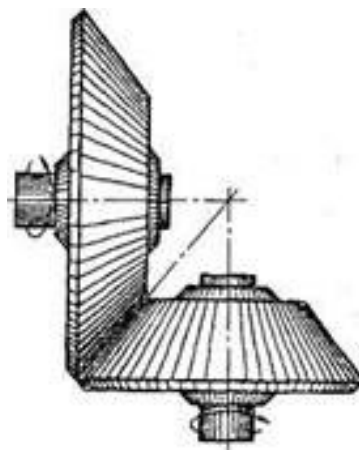

Рис.3 – Коническая фрикционная передача
- конические с пересекающимися осями (рис.3).